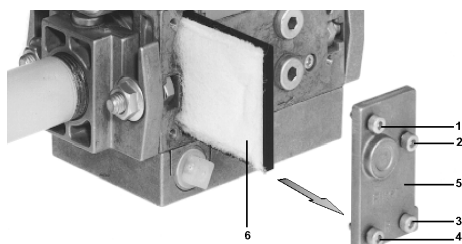

Fig. 40
- 2 Desenroscar los tornillos 1, 2, 3, 4 con la llave de macho hexagonal núm. 3, y retirar la tapa del filtro 5 (Fig. 40).